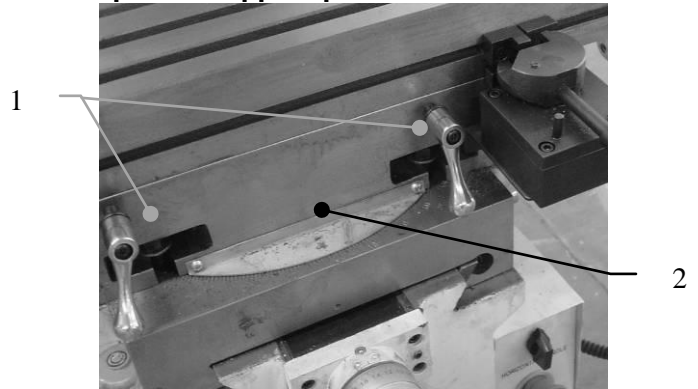

Рис.11
Для поворота стола влево или вправо, необходимо ослабить 2 фиксирующие гайки (1) Рис.11. Выставить необходимый угол по шкале (2) Рис.11 и зафиксировать это положение 2 гайками (1) Рис.11.